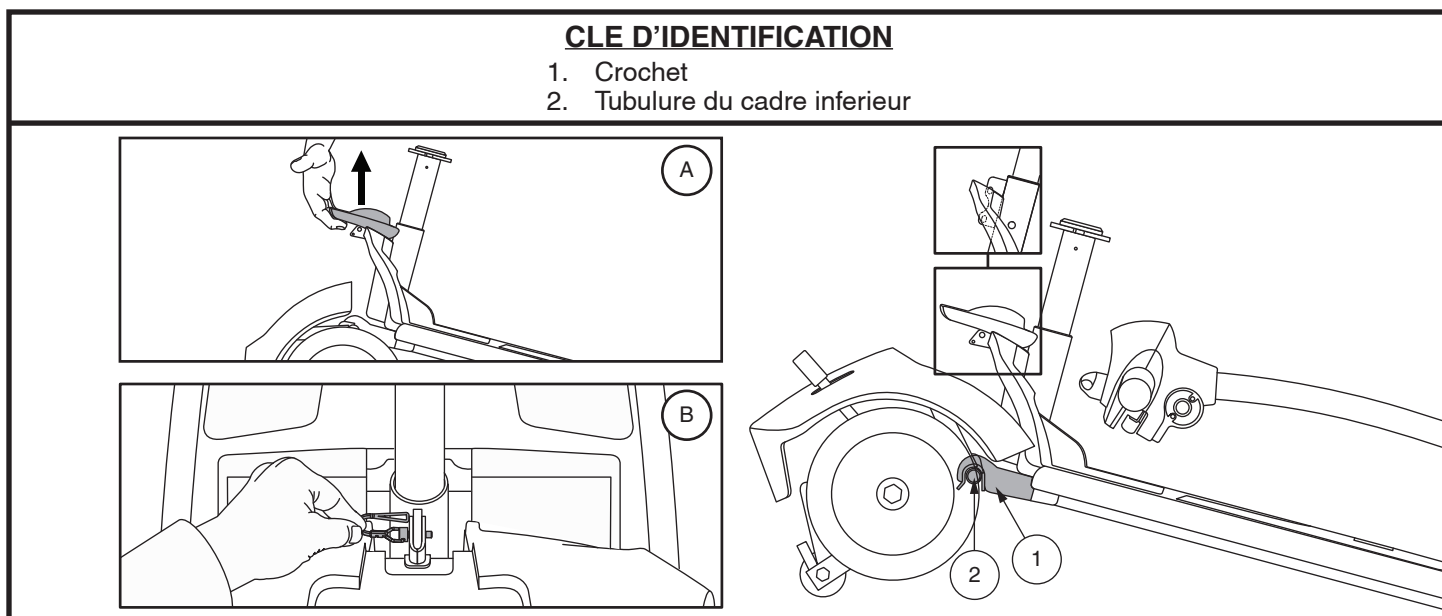

Figure 36. Levier de blocage du cadre (Style A) et Libérez la goupille de verrouillage de blocage du châssis (Style B)
4. Séparez doucement les sections du Travel Scooter. **Voir la figure 36.**
NOTE: Avant de débiter l'assemblage, basculez légèrement la section arrière du Travel Scooter vers ses rolettes antibasculer tel que montré dans la figure 36.
1. Soulevez la section avant par le levier de blocage (ou le mât du siège sur les modèles 29, 36, 336, 83, et 84) et alignez les crochets avec la tubulure de la section arrière. **Voir la figure 36.**
2. Une fois que les crochets du châssis sont sur le tube inférieur du châssis, abaissez la section inférieure avant et faites pivoter la section arrière simultanément. Ceci engagera le verrouillage du châssis automatiquement pour les modèles AAP4, 39, 40, 44, 40LX, 40X, 44X, 40E, 402E, 44E, 442E, 44LX, 49, 50LX, 50LXLIT, 53, 53HD, 54, 54LX, 54LXLIT, 54ALX, 54HD, 66, 67, 73, 74, et Jazzy ZTS. Pour les modèles 29, 36, 336, 83, et 84, vous aurez besoin de réinstaller la goupille de verrouillage du châssis pour terminer l'assemblage du corps. **Voir la figure 36.**